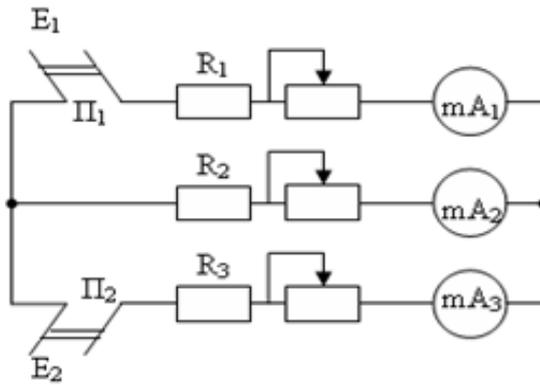

Рис.3.
1. Собрать электрическую цепь по схеме (рис.3)